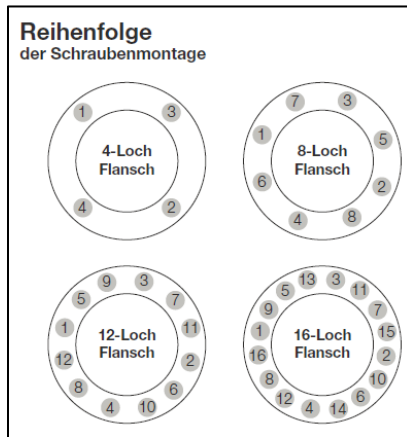

Abb.4
3. Die Schrauben erst rundum handfest anziehen, dann überkreuz (siehe Abb.4 und Katalog) gleichmäßig anziehen.